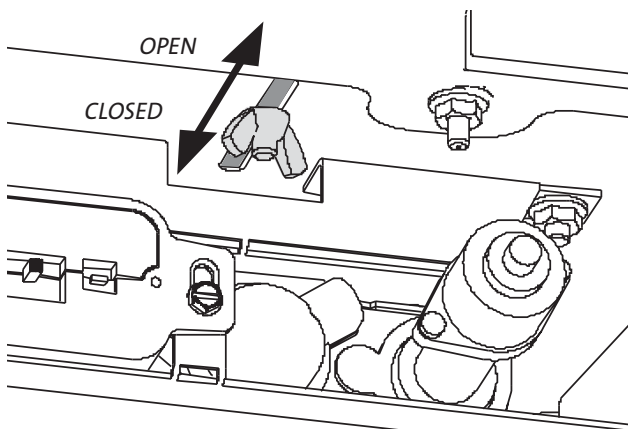

Figure 7.9.
18. **NATURAL GAS ONLY: Adjust the Air Shutter. Fig. 7.9.**